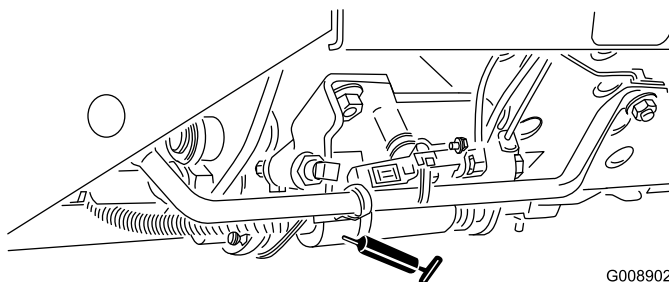

Figura 53
- Slitta di tosatura/trasporto (Figura 53)